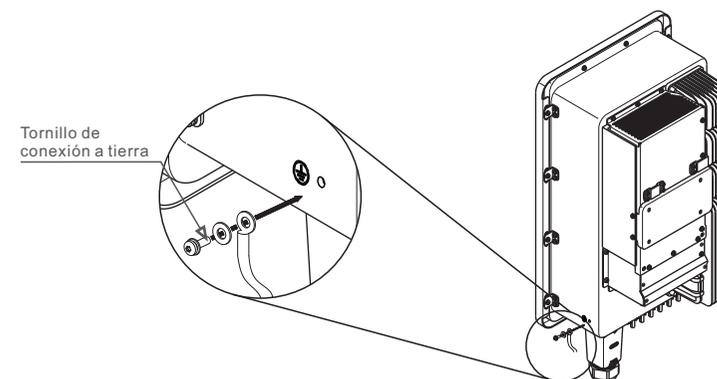

Figura 5.9 Cable conectado
6. Conecte el cable de tierra a la toma de tierra del disipador y apriete el tornillo de la toma de tierra con un par de apriete de 3-4 Nm (consulte la Figura 5.9).